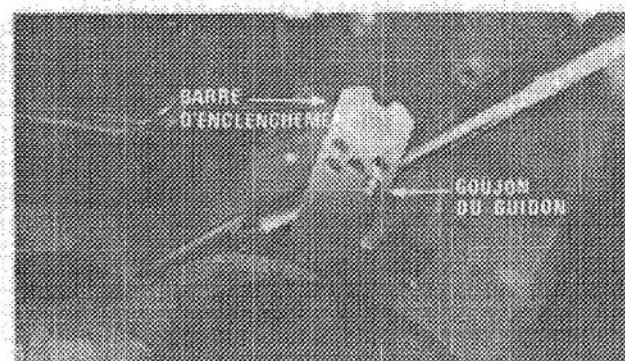

Figure 2
2. Déplacez le guidon complet et les barres d'enclenchement vers l'arrière et introduisez les goujons sur le côté extérieur du guidon inférieur dans le trou du bas arrière dans les barres d'enclenchement du guidon (Fig. 2).
3. Réglez toutes les roues à 2 pouces, mi-hauteur (Fig. 3); voir Réglage de la hauteur de coupe, page 8. Placez-vous derrière le guidon et vérifiez sa hauteur. Si vous désirez que le guidon soit plus haut ou plus bas, insérez les goujons dans l'un des autres trous dans les barres d'enclenchement (Fig. 2).